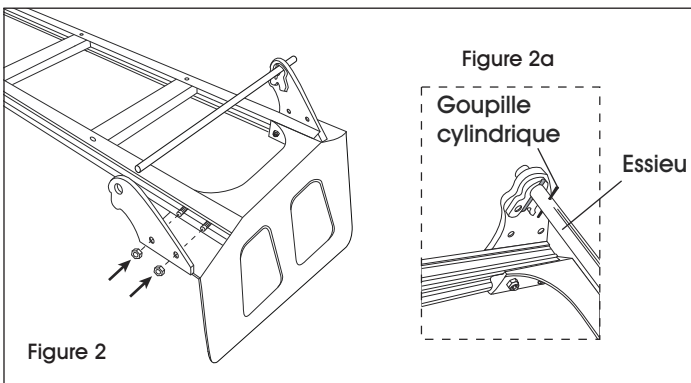

Figure 2
4. Posez le diable sur le devant de façon à ce que la bavette soit orientée vers le bas. (Voir Figure 2)
7. Positionnez et fixez le support de roue (gauche) en le faisant glisser sur l'essieu à l'extérieur du pied du cadre et fixez-le à l'aide de deux écrous freinés de 5/16 po, mais NE serrez PAS. (Voir Figure 2)